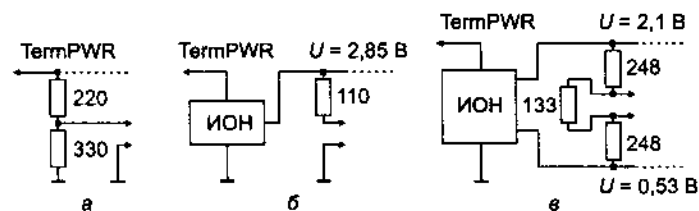

Рис. 20.7. Терминаторы SCSI: а — SE (пассивные), б — SE (активные), в — LVD
- ◆ *Пассивные терминаторы SE* (рис. 20.7, а) имеют импеданс 132 Ом, что плохо согласуется с ленточным кабелем шины. Эти терминаторы пригодны лишь для «обычного» интерфейса SCSI (скорость передачи до Fast-5). Для режимов Fast-10 и выше они непригодны.
- ◆ *Активные терминаторы SE* (рис. 20.7, б) имеют импеданс 110 Ом, что позволяет их использовать на более высоких скоростях (Fast-10, Fast-20). Их «активность» заключается лишь в наличии внутреннего источника опорного напряжения (ИОН) +2,85 В, питающегося от линий TermPWR. Микросхемы активных терминаторов имеют и электронные ключи, включенные последовательно в каждую линию. Ключи управляются общим сигналом, позволяющим включать-отключать терминатор.
- ◆ *Терминаторы для LVD* (рис. 20.7, в) имеют дифференциальный импеданс 105 Ом (линейный — 150 Ом). Здесь два источника опорных напряжений обеспечивают смещение 112 мВ между прямым и обратным проводами (в их пассивном состоянии).